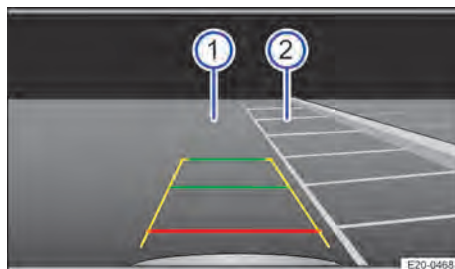

Fig. 129 Système d'infodivertissement : sélection d'une place de stationnement
3. Positionnez le véhicule devant la place de stationnement → fig. 129 ②.